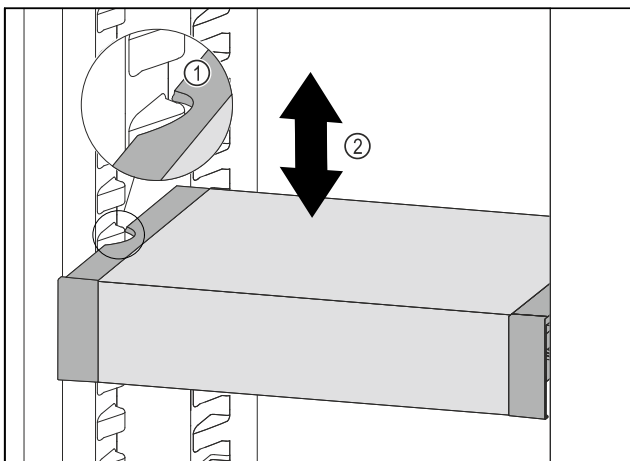

Fig. 118
- ▶ Потягнути VarioSafe вперед, поки бокові заглиблення VarioSafe не опиняться на рівні ребра для резервуара в охолоджувальному відділенні. Fig. 118 (1)
- ▶ Пересувайте VarioSafe вгору або вниз в охолоджувальному відділенні до тих пір, поки не досягнете бажаної висоти. Fig. 118 (2)